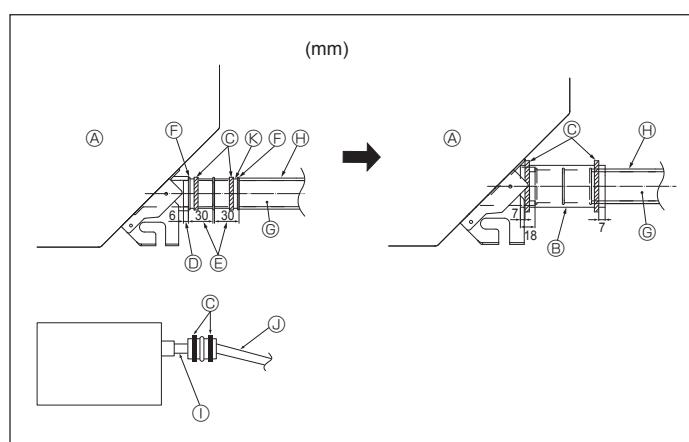

Fig. 5-2
- Anslut dräneringsmuffen (medföljer enheten) till dräneringsöppningen. (Fig. 5-2) (Montera slangen med PVC-lim och säkra sedan med ett band.)